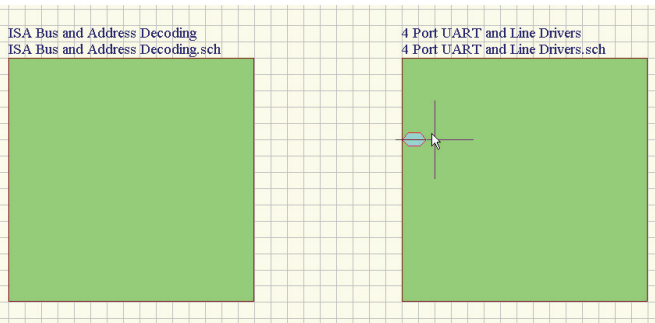

图 3-13 放置方块电路 I/O 端口的状态
5) 单击“Wiring”工具栏中的按钮或者选择“Place”→“Sheet Entry”命令，光标变为十字形状，然后在需要放置端口的方块图上单击，此时光标处就带着方块电路的端口符号，如图 3-13 所示。